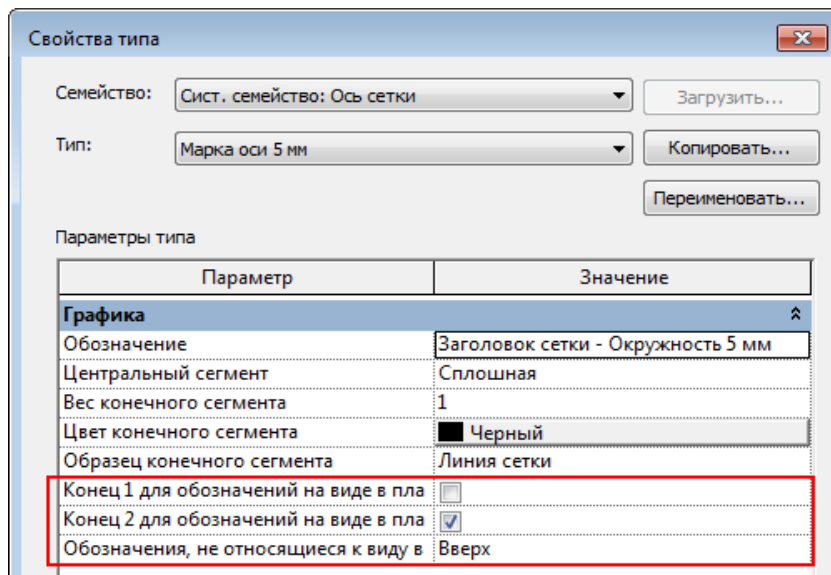

Рисунок 3.69. Настройка отображения марок сетки
3. В диалоговом окне "Свойства типа" (рис. 3.69) выполните одно из следующих действий.